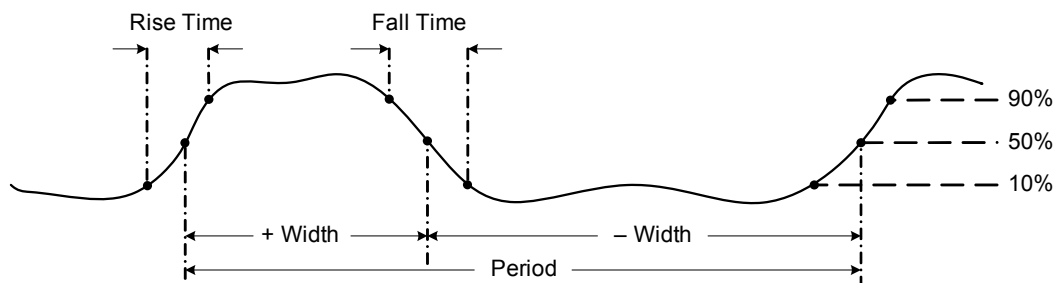

Figure 2-26 Définition de la fréquence
- La fréquence désigne le nombre de cycles qu'un signal effectue à chaque seconde. La fréquence se définit comme l'inverse de la période (1/période). La période se définit comme le temps entre les croisements du seuil moyen de deux fronts consécutifs de même polarité, comme illustré à la Figure 2-26.